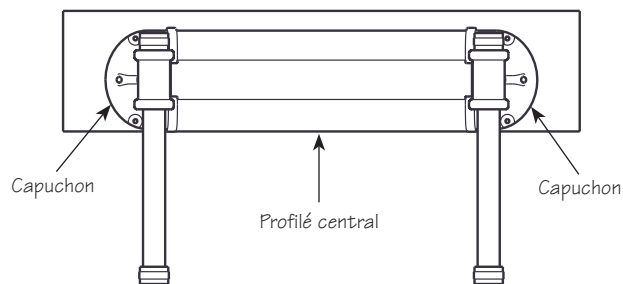

Figure 3
7. **Fixer le garde-chaîne d'aluminium\*** – Retenir les deux capuchons en place par-dessus les extrémités du profilé central du garde-chaîne, comme illustré à la **figure 3**. L'épaulement des capuchons doit chevaucher entièrement – soit sur environ 1/4 po – le profilé central. Une autre personne doit marquer, sur la mâchoire avant, l'emplacement des quatre trous de vis. Mettre de côté les capuchons et le profilé central. Dans la mâchoire, percer des avant-trous de 5/32 po de diamètre sur 3/4 po à 1 po de profondeur pour les vis de fixation. Fixer l'un des capuchons en vissant partiellement deux vis. Glisser l'extrémité correspondante du profilé sous ce capuchon, puis placer le second capuchon sur l'extrémité opposée du profilé. Insérer les deux vis restantes et les serrer en même temps que les deux vis préalablement posées.